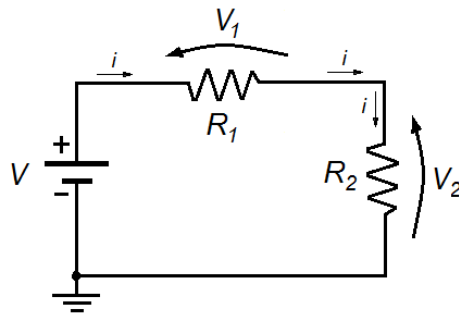

Figura 1: Esquema elétrico do circuito divisor resistivo.
Neste item analisaremos o circuito divisor resistivo apresentado na **Figura 1**.
Monte o circuito da **Figura 1** num **protoboard** (ver **Anexo 3**). Adote $V = 12\text{ V}$.
- 2.2. Calcule as tensões V_1 e V_2 do circuito da Figura 1, considerando que o voltímetro possui resistência interna infinita (voltímetro ideal).
- 2.4. Faça uma nova montagem experimental, equivalente ao esboço do circuito resistivo da Figura 1, porém altere os resistores para valores nominais $R_1 = R_2 = 10\text{ M}\Omega$ e mantenha $V = 12\text{ V}$.
Repita a montagem do circuito resistivo da Figura 1 ($R_1 = R_2 = 100 \text{ k}\Omega$). Mas agora você irá alimentar o circuito com uma fonte de tensão alternada (utilizar o gerador de funções).